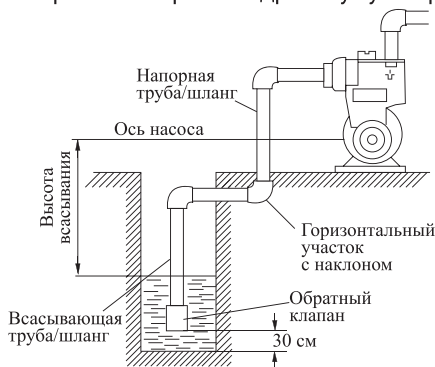

рис. 2
6.2 Устанавливайте станцию как можно ближе к колодцу, однако, если по каким-либо причинам это невозможно выполнить, помните, что максимальная длина горизонтального участка всасывающего трубопровода ограничена в соответствии с высотой всасывания (рис. 2). При определении высоты всасывания следует учитывать падение уровня воды в колодце в засушливый период.
6.7. Всасывающую трубу/шланг (рис. 2) подсоедините к входному отверстию, расположите под углом к входному отверстию, погрузите всасывающую трубу/шланг в воду на глубину не менее 2 м (расстояние до дна должно быть не менее 0,3 м).
**Внимание!** Для оптимального функционирования насосной станции необходимо всасывающую трубу/шланг оснащать обратным клапаном (рис. 2) (обратный клапан в комплект поставки не входит).
6.8. Присоедините напорную трубу/шланг (рис. 2) к выходному отверстию.